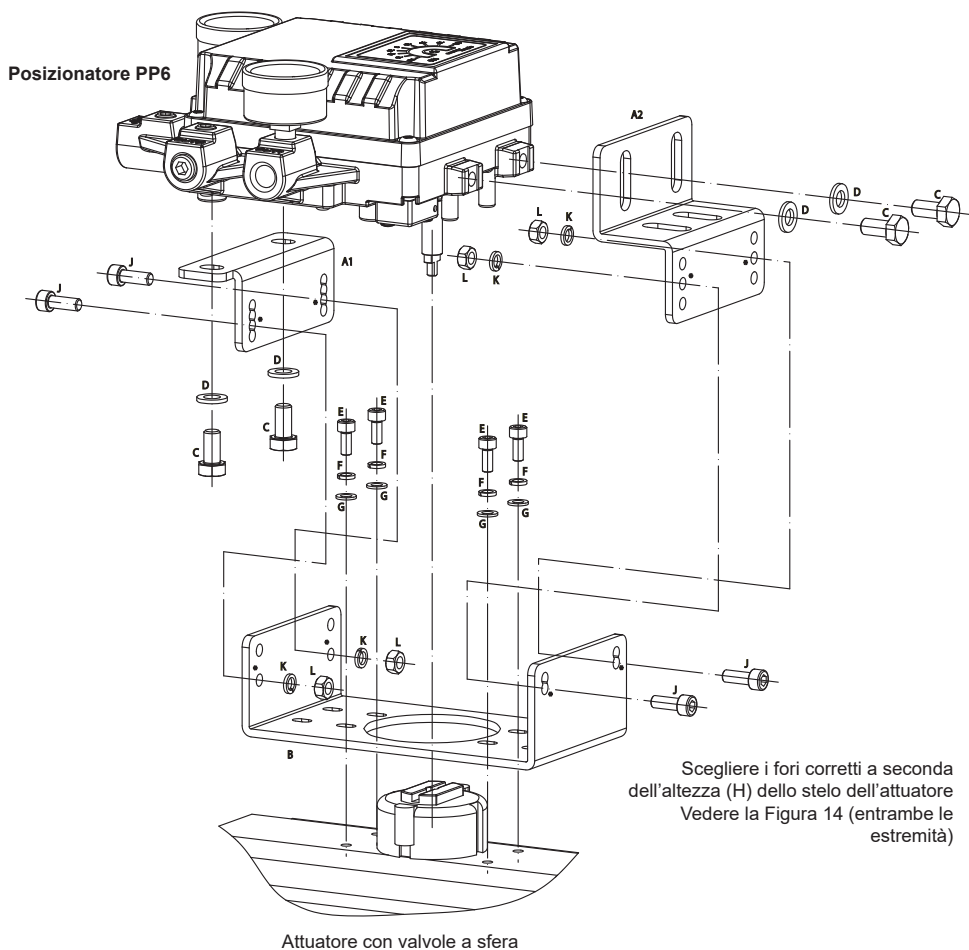

Fig. 13 Posizionatore e kit di montaggio
1. L'altezza (H) dello stelo dell'attuatore Spirax (BVA300) è di 30 mm, montare le staffe come mostrato nella Fig. 13
2. Impostare la posizione di rotazione dello stelo dell'attuatore come mostrato nella Fig. 13 quando si procede al montaggio, importante specialmente per gli attuatori a doppia azione.